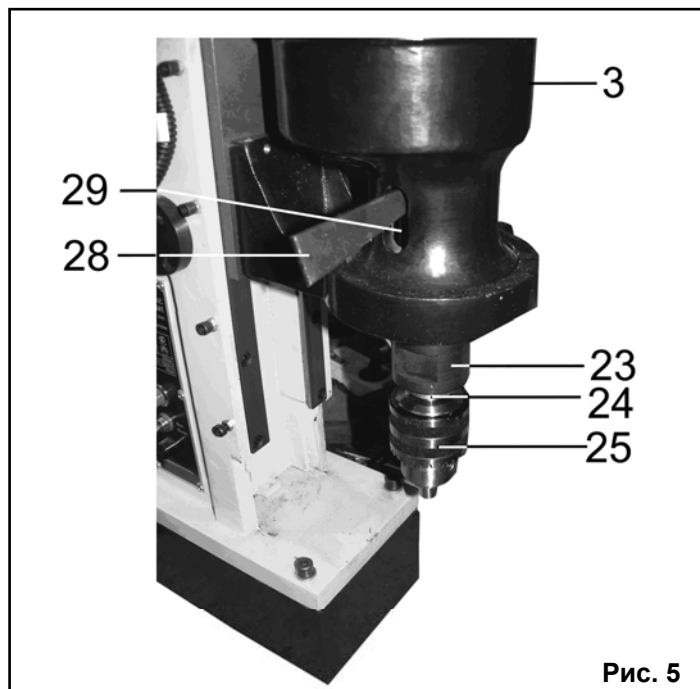

Рис. 5
9.1.5. Для снятия сверлильного патрона (25) из шпинделя (23) используют клин (28), Рис.5.